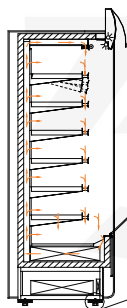

Abb.2 Entfernung der Holzbühne
- Die Anlage auspacken, Schutzfolie und Papenwinkel entfernen Abb.2 (S.17)